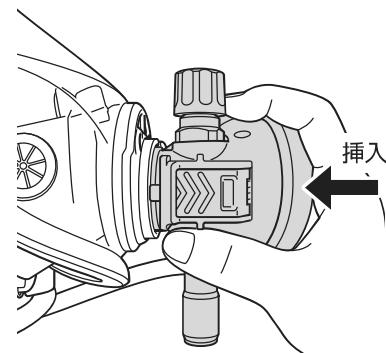

図16 挿入した状態
2. 片手で面体を持ち、面体の接続部にプレッシャーデマンド弁を正規の向きより約90°ひねった状態で、面体接続部に対してまっすぐに挿入する。(図16参照)